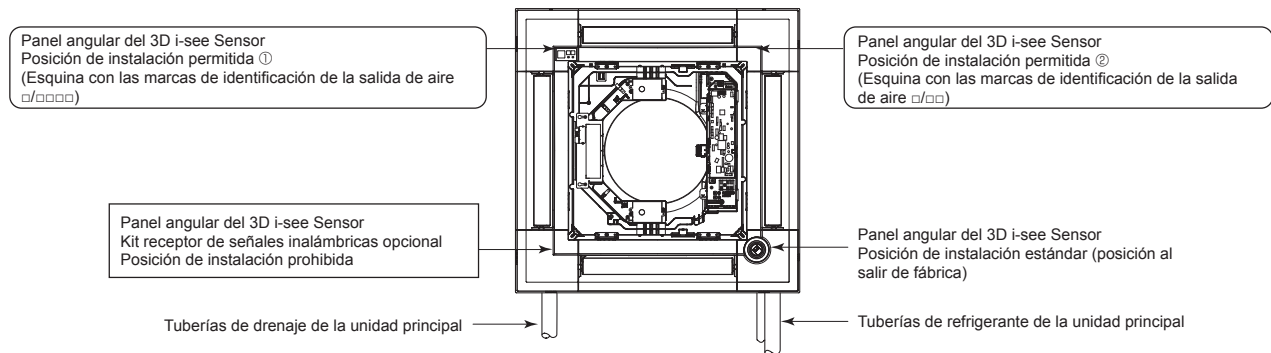

Fig. 6-9
6.5. Instalación del panel angular del 3D i-see Sensor (Fig. 6-9)